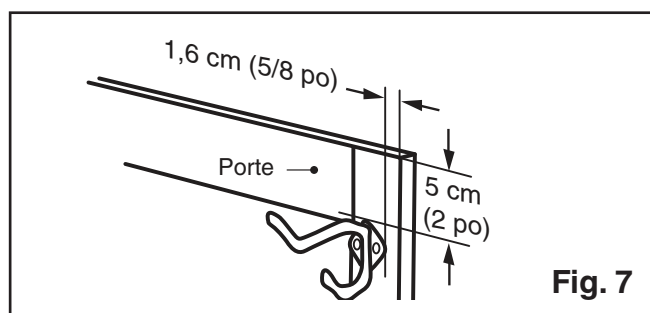

Fig. 7
9. Installez le crochet à vêtements. (Fig. 7)